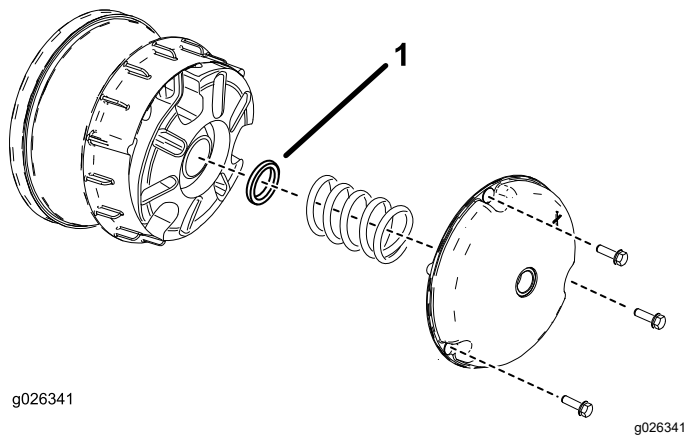

Bild 61
- Entfernen Sie die Schrauben, mit denen die Abdeckung der Hauptkupplung befestigt ist, wie in Bild 61 abgebildet.